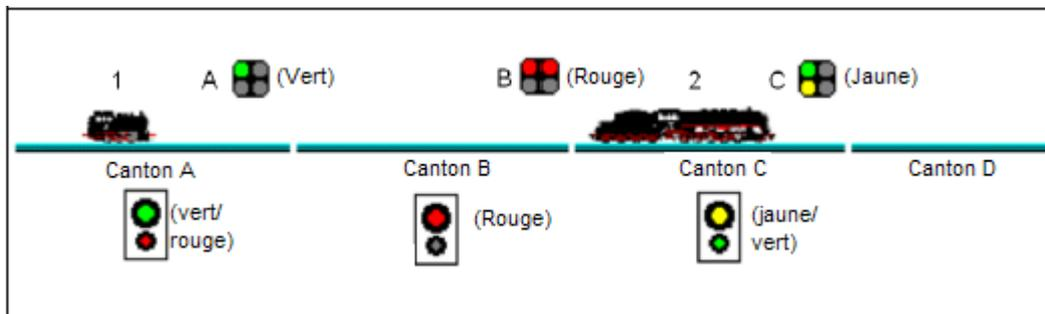

Figure 119 : Signaux de canton
La figure 119 montre un trajet qui commence dans l'un des trois cantons de « Hidden Yard », passe par la ligne principale dans le sens horaire, traverse « Southtown » par l'un de ses deux cantons et revient se terminer dans « Hidden Yard ».
De plus, un trajet peut être parcouru dans les deux sens. Si un trajet est démarré dans la direction opposée, alors les cantons spécifiés comme arrivée dans le trajet sont utilisés comme cantons de départ et les cantons de départ deviennent des cantons d'arrivée. Le trajet de la figure 119 peut également être démarré dans le sens anti horaire.
Les termes de départ et d'arrivée sont surtout utilisés pour indiquer d'où vers où les trains circulent sur le trajet et où les trains arrivent. Le canton de départ réel d'un train peut être situé à l'intérieur du trajet. Dans la figure 119, le *Dispatcher* va d'abord essayer de trouver un train disponible dans « Hidden Yard ». S'il n'en trouve pas là, on peut, si on le souhaite, donner l'ordre au Dispatcher de démarrer un train en attente dans « Southtown ». Si vous sélectionnez un train en attente dans « Southtown » et que vous lancez le trajet avec ce train, le Dispatcher va l'utiliser même si le train n'est pas localisé dans le canton de départ du trajet.
- Il serait possible, par exemple, de définir explicitement « Southtown 1 » comme canton d'arrivée supplémentaire dans la figure 119. Si « Southtown 1 » est libre, tous les trains en provenance de « Main Line East » prendront « Southtown 1 » comme destination. Si « Southtown 1 » est occupé, les trains iront directement à « Hidden Yard » en passant par « Southtown 2 ».